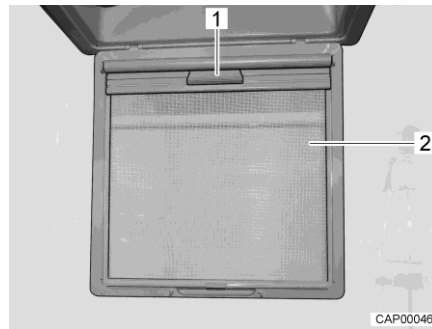

Bild 49 Verdunklungsrollo
- Insektenschutz (Bild 49,2) nach unten klappen.
- Verdunklungsrollo am Griff (Bild 49,1) nach unten ziehen, bis es auf der Gegenseite einrastet.
- Verdunklungsrollo am Griff (Bild 49,1) ausrasten und langsam in die Ausgangsstellung zurückführen.
- Insektenschutz (Bild 49,2) nach oben schwenken, bis er einrastet.